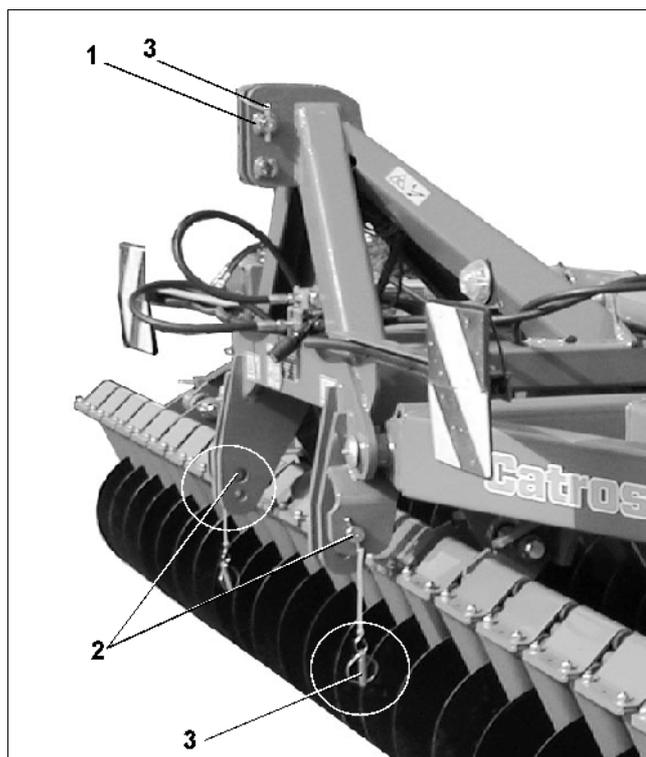

Fig. 10
- Fest traktorens trekkstenger til redskapets nederste koblingspunkter med trekkstangboltene (Fig. 10/2) og sørg for sikring med orepinner (Fig. 10/3).
- Fest traktorens toppstang til redskapets øverste koblingspunkt med toppstangbolten (Fig. 10/1) og sørg for sikring med en orepinne (Fig. 10/3).